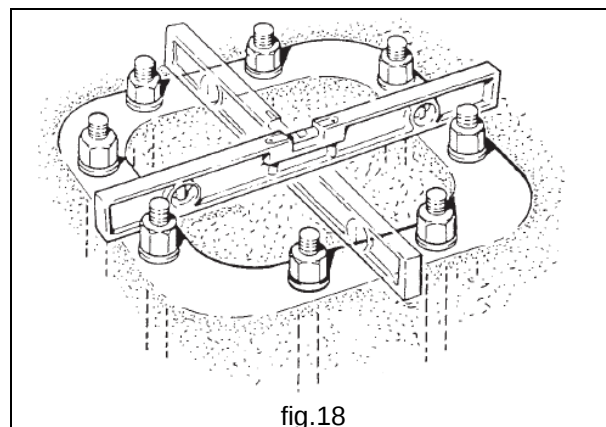

fig.18
5. Livellare la cornice di fondazione, possibilmente servendosi di una bolla e provvedere al riempimento e alla rasatura del plinto (fig.18).